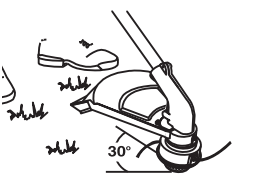

Fig. 12
4. Levez-vous en position de départ et n'appuyez pas sur la manette des gaz (Fig. 12). Tirez sèchement sur le cordon de démarrage jusqu'à 5 à 10 fois.
1. Tenez la bobine extérieure d'une main et dévissez le bouton de butée vers la gauche (Fig. 12). Inspectez le bouton à l'intérieur du bouton de butée pour vous assurer qu'il se déplace librement. Remplacez le bouton de butée s'il est endommagé.